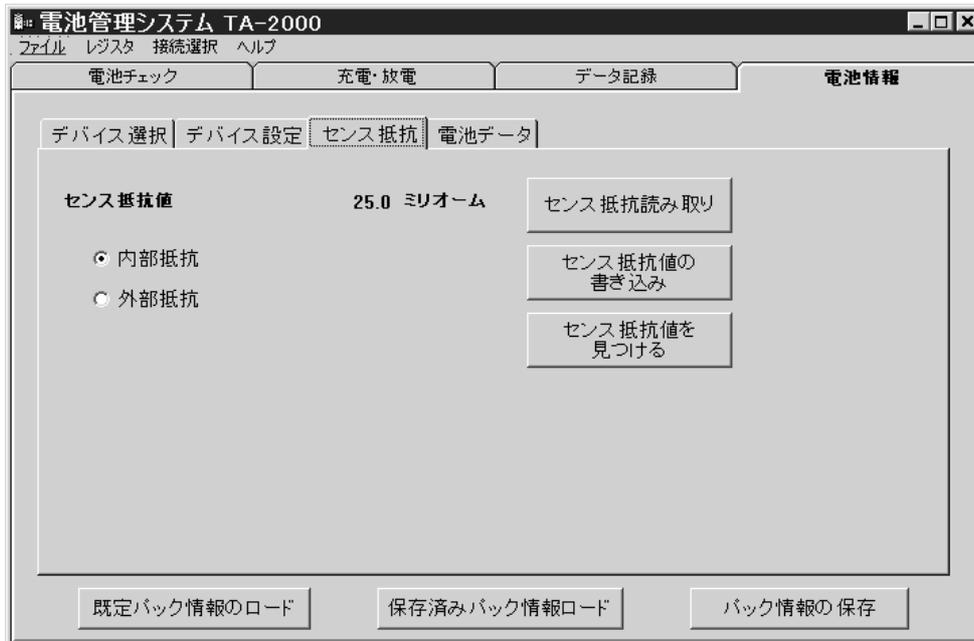

図 12 . センス抵抗画面
3. 「センス抵抗」のタブをクリックしたときの表示画面を図 12 に示します。DS2751E-025 (刻印は DS2751R) は 25m のセンス抵抗を内蔵しており、外部にチップ型低抵抗器をマウントする必要はありませんが、 $\pm 20\%$ の誤差があります。この誤差は「センス抵抗の読み取り」ボタンをクリックすることで自動的に校正され、内部の不揮発性メモリーに保持されます。DS2751E は内部に 25m のセンス抵抗を持っていませんので、SNS 端子と Vss 端子間に接続した 25m の抵抗が内部抵抗となります。筆者は、コア株式会社の SL1 シリーズで、抵抗値の許容差が $\pm 1\%$ のデフォルト値の 25m を使用しました。デフォルト画面では内部抵抗が選択され、抵抗値表示が 25.0 ミリオームになっています。「センス抵抗の読み取り」ボタンをクリックすると、DS2751E-025 の場合少しの時間経過後、抵抗値の右側の 3 つのボタンが消去されます。お勧めしませんが、測定する電流値を変更する必要がある場合には、このシステムの回路図にある外部のセンス抵抗の値を変更します。